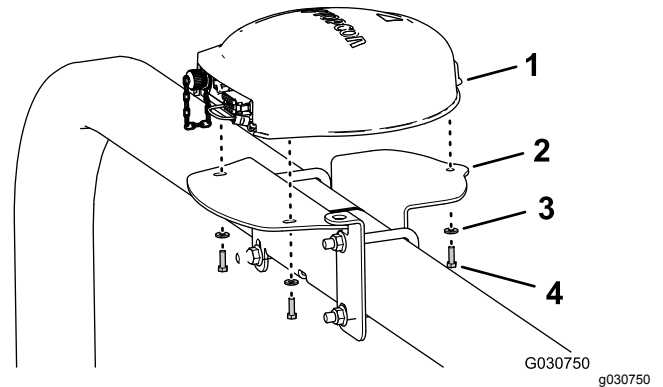

Bild 145
4. Fluchten Sie die drei Gewinde im Unterteil des Navigationsempfängers mit den drei Löchern in der Empfängerbefestigung aus (**Bild 145**).
5. Befestigen Sie den Empfänger mit den drei Sechskantschrauben (5 mm x 16 mm) und drei Scheiben (5 mm) an der Befestigung (**Bild 145**).